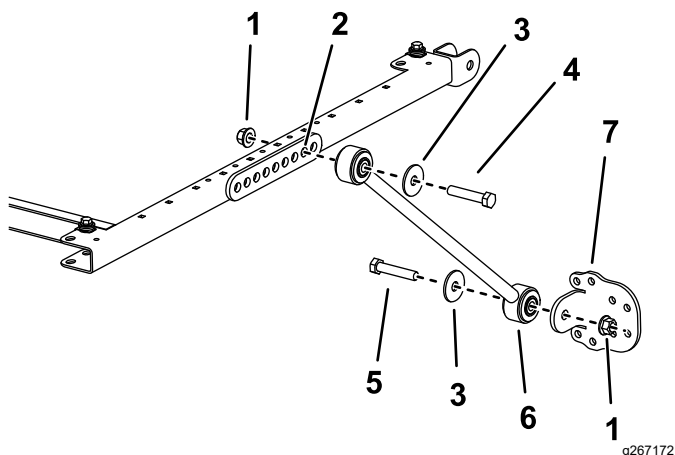

図 5
- 各ブレースに、ブレースブラケットを仮止めするボルト 1/2 x 2 1/2"、ワッシャ 1/2"、フランジナット 1/2"を使用し、図 5 のように取り付ける。